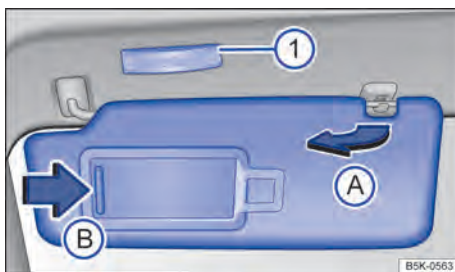

Fig. 78 Parasol.
- Retirar el parasol con cuidado del soporte sujetando la base de fijación y girar en la dirección de las puertas → fig. 78 (A).
En el parasol plegado hacia abajo se encuentra un espejo de cortesía atrás de una cubierta. Al abrir la cubierta → fig. 78 (B) se enciende una luz ①.